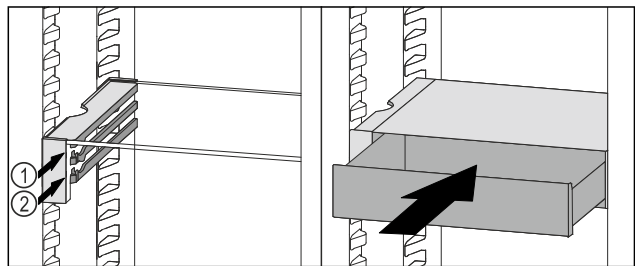

Fig. 76
- ▶ Встановити висувний ящик VarioSafe за стопорами на потрібне ребро Fig. 76 (1) або Fig. 76 (2).